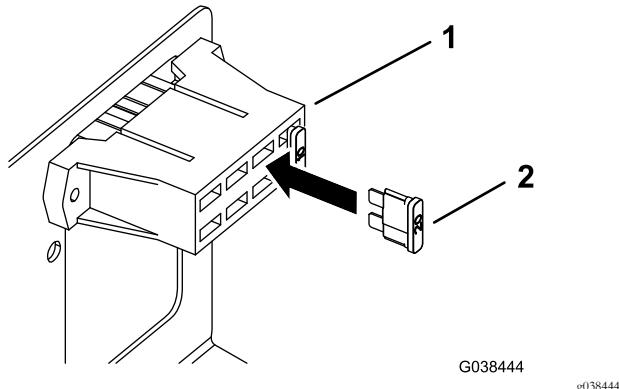

Bild 14
4. Setzen Sie die Sicherung in einen freien Einschub am Sicherungsblock ein (Bild 14).